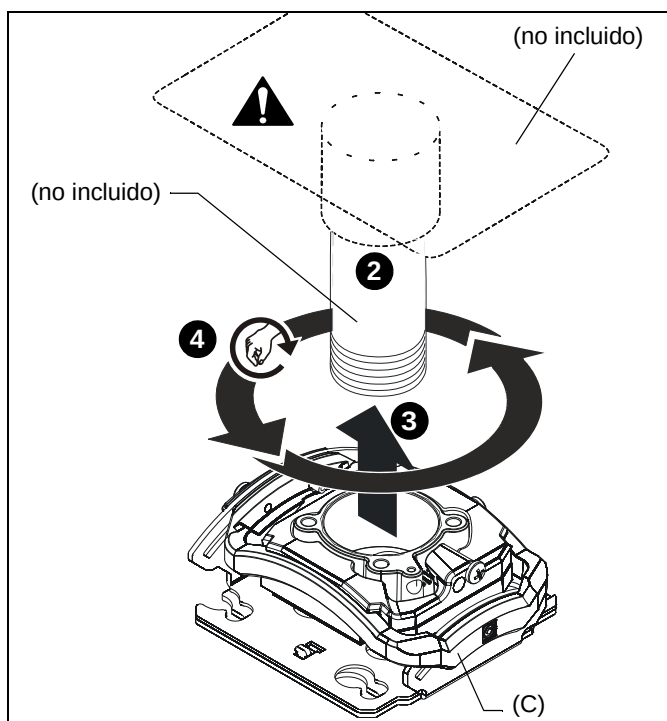

Figura 1
2. Coloque una columna de extensión roscada NPT o NPSM de 38,1 mm (1-1/2"), que se basa en ANSI/ASME B1.20.1 (Cédula 40, aluminio o acero de espesor mínimo de 0,154" - ASTM B221) (no incluida) en el cuello roscado (no incluido) hasta que quede ajustado, de manera que coincidan al menos cuatro roscas. (Consulte la Figura 1)
3. Alinee el soporte del proyector (C) con el extremo del tubo de NPT.
4. Enrosque con la mano el soporte del proyector al tubo hasta que quede bien firme. (Consulte la Figura 1)